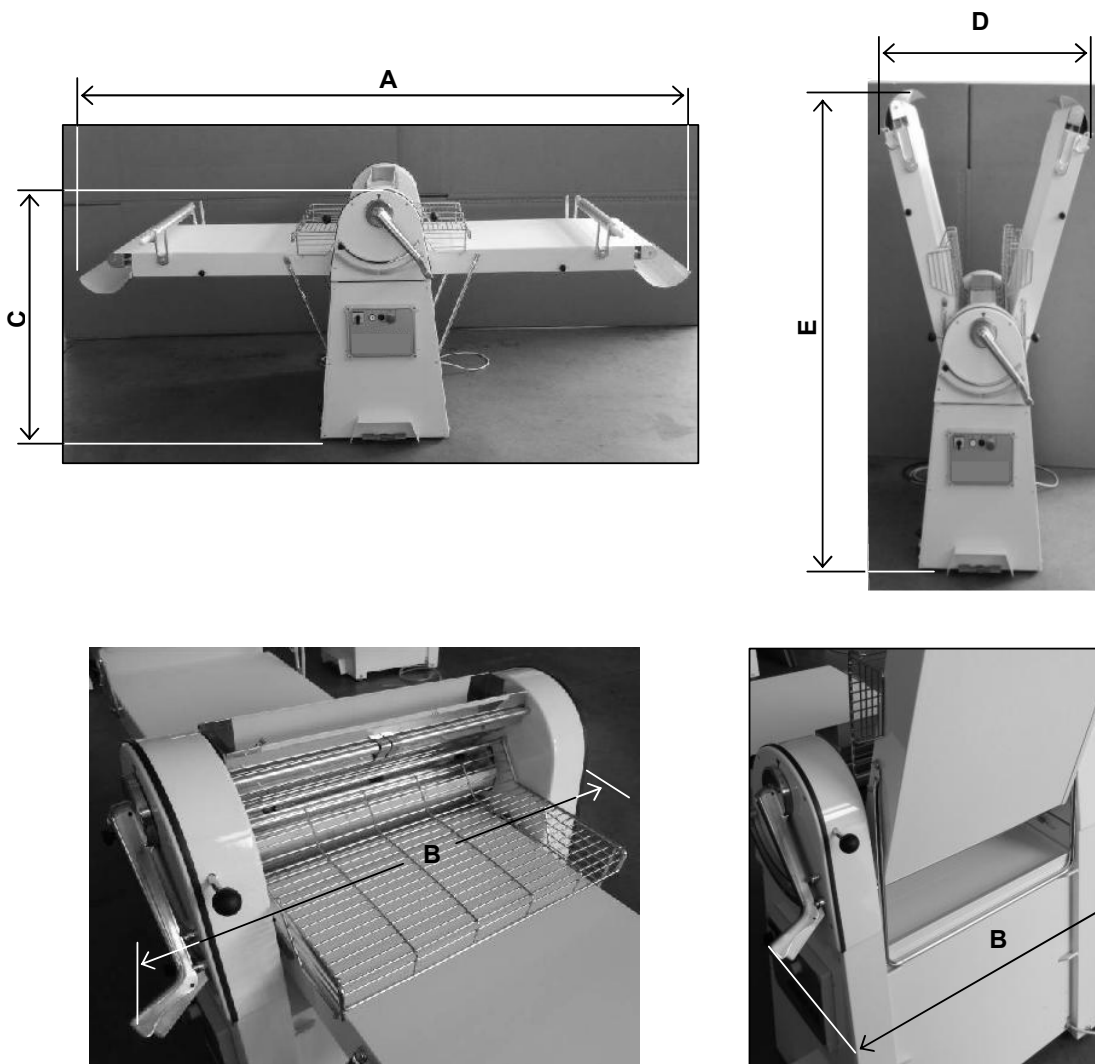

Figura 8 - Misure di ingombro
- (1) Le misure A – B – C – D – E sono rappresentate in Figura 8
- (2) Lo spessore minimo di laminazione è regolabile fino a zero (in tal caso è lo sforzo prodotto dal passaggio della pasta a “deformare” i rulli, quanto basta a consentire il formarsi di una piccola luce di passaggio. Lo spessore minimo di volta in volta utilizzabile dipende, ovviamente, in ogni caso dal tipo di pasta lavorata.
- (3) I dati elettrici qui forniti si riferiscono ai casi più frequenti di sfogliatrici, ma potrebbero verificarsi casi che qui non sono contemplati. Per tale ragione, per ogni macchina (nessuna esclusa) faranno sempre e comunque fede lo schema elettrico e i dati riportati nella targa identificativa (par. 2.7)